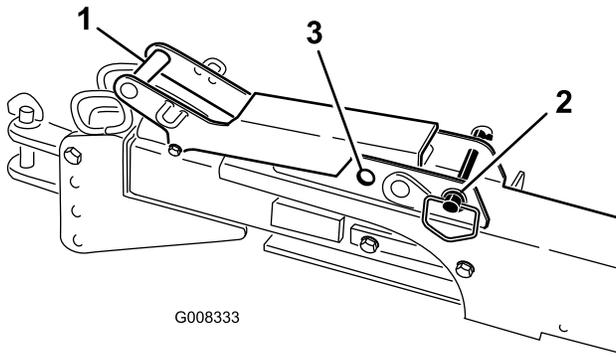

Figura 21
- A. Asegúrese de que el pasador de la maneta del enganche está en el taladro trasero (desbloqueado) (Figura 21).
Nota: Bloquee el conjunto de enganche en la posición extendida cambiando el pasador de la maneta del enganche a la posición delantera (bloqueada) (Figura 21).